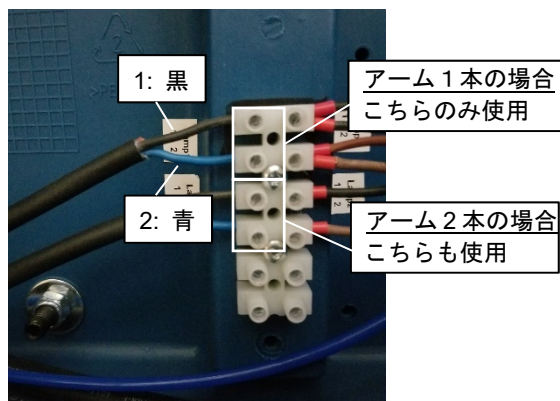

Fig.8
8. 端子台に付属ケーブルを接続してください。(Fig.8)